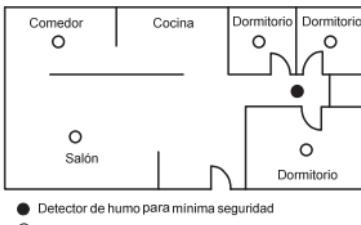
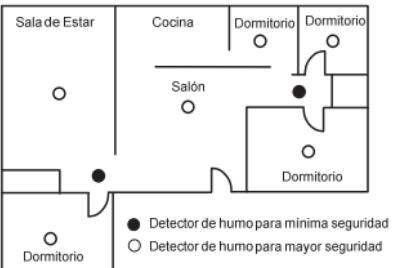

Figura 1: Lugares de ubicación de los detectores de humo y calor en una residencia con una zona de dormitorios.
Figura 2: Lugares de ubicación de los detectores de humo y calor en una residencia de un piso con más de una zona con dormitorios.
- ◆ Instale un detector de humo y calor en el pasillo o vestíbulo fuera de cada zona de dormitorios separadas, como se muestra en la Figura 1. Se necesitan dos detectores en casas con dos zonas de dormitorios, como se muestra en la Figura 2.